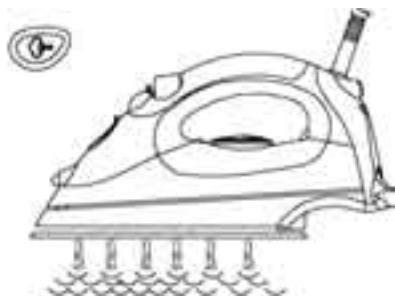

Figure 3
3. En tenant le fer à l'horizontale, appuyez sur le bouton jet de vapeur plusieurs fois pour amorcer la pompe (fig. 3).